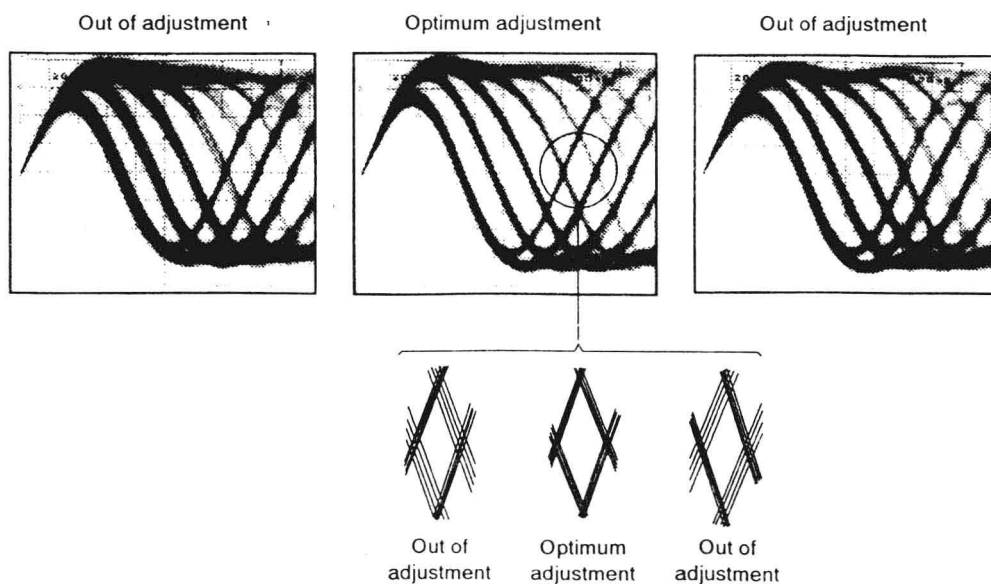

图 12-22 眼图
3. 接着,用改锥调整切向倾斜调整螺钉,使眼图最清晰(见图 12-22)。